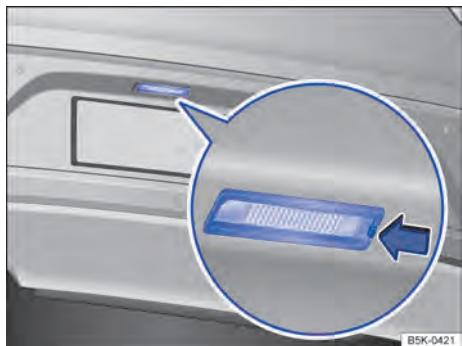

Fig. 223 No para-choque traseiro: lanterna da placa de licença.
2. Pressionar a lingueta da lanterna da placa de licença no sentido da seta ⇒ Fig. 223.